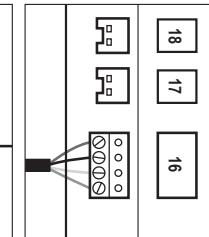

Figure 3.
- Wire as shown in Figure 3, FROM TOP TO BOTTOM RED, BLACK, YELLOW, AND GREEN.
- Câbler comme illustré sur la Figure 3, du haut vers le bas, ROUGE, NOIR, JAUNE et VERT.